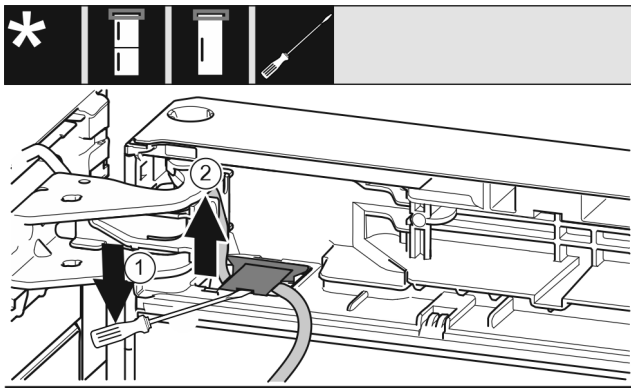

Fig. 21
- ▶ 使用带槽螺丝刀抬起盖板，并将其拉出。 Fig. 21 (1)
- ▶ 拔出电缆。 Fig. 21 (2)